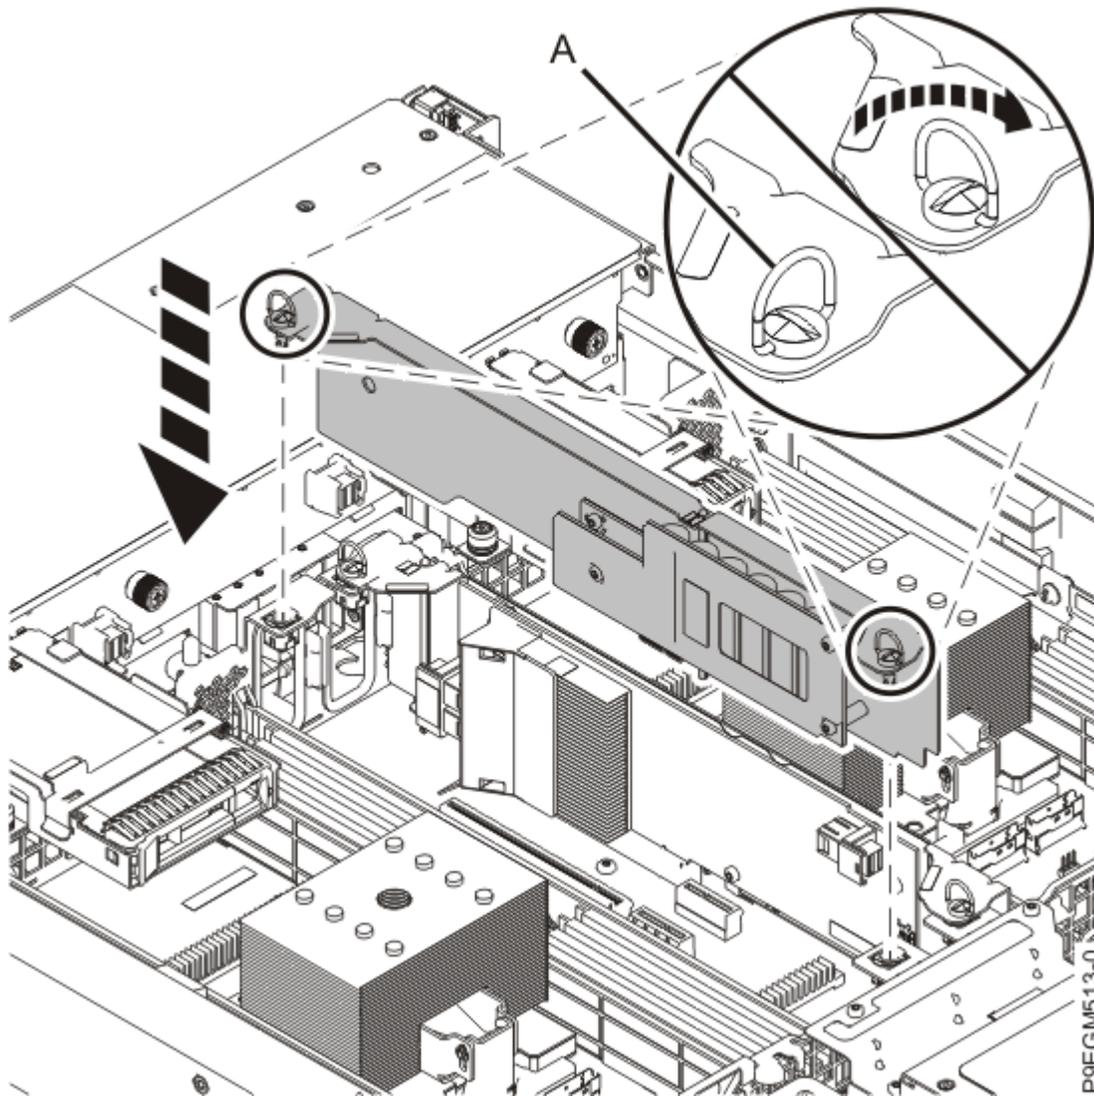

Figura 29. Instalar o módulo de alimentação de reserva
- a) Instale a placa de módulo de alimentação de reserva na mesma ranhura de onde a placa foi removida. Enquanto segura no módulo de alimentação de reserva pelas respectivas pegadas azuis, instale a placa na ranhura. Empurre para dentro e gire os parafusos **(A)** no sentido dos ponteiros do relógio para encaixar completamente a placa de módulo de alimentação de reserva conforme demonstrado em Figura 29 na página 33.